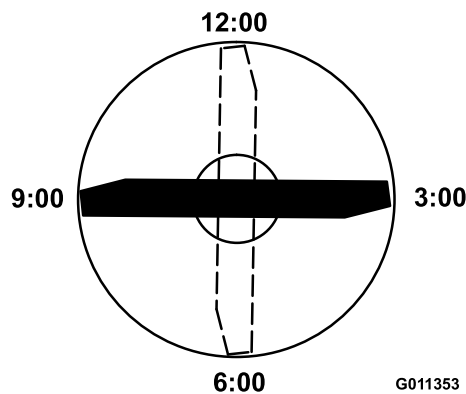

Figura 95
4. Orientate il tagliente dell'estremità marcata della lama sulle ore 12 (esattamente in avanti, nel senso di falciatura) (Figura 95) e misurate l'altezza tra il banco e il tagliente della lama.
5. Ruotate l'estremità marcata della lama sulle ore 3 e sulle ore 9 (**Figura 95**) e misurate le rispettive altezze.